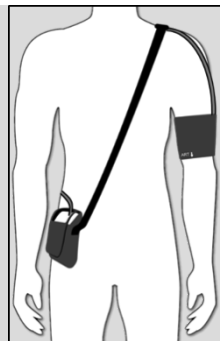

Fig. 1: Mobil-O-Graph® con tracolla
- Accertarsi del corretto posizionamento della tracolla/cintura e del tubo del bracciale, vedi Fig. 1.
- L'attacco del tubo sul bracciale deve essere rivolto verso l'alto, vedi Fig 1.